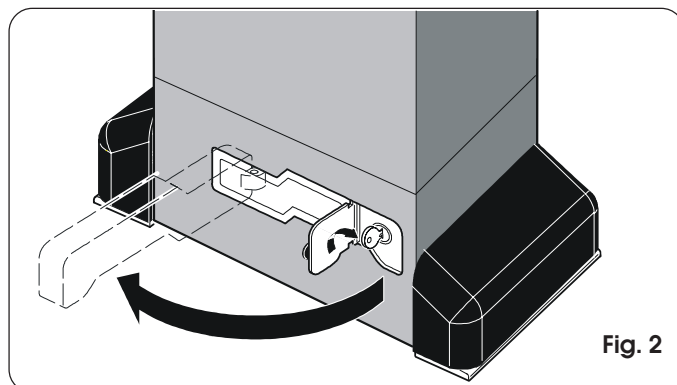

Fig. 2
- 3) Tourner la clé en sens horaire et tirer le levier de déverrouillage d'après la Fig. 2.